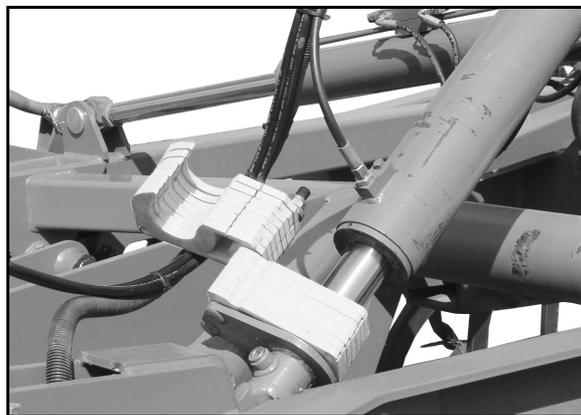

Рис. 48
- гидравлического цилиндра ходовой части (Рис. 48),